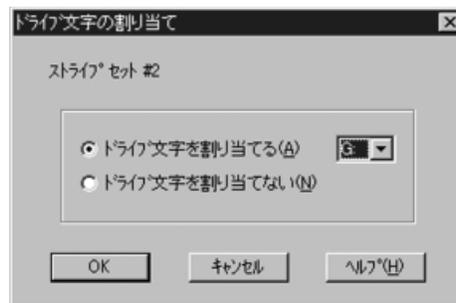

図 9. ドライブ文字の割り当てダイアログボックス
5. 先程作成したストライプセットのドライブをクリックし、[ツール] メニューより [ドライブ文字の割り当て] をクリックすると、図 9 のドライブ文字の割り当てダイアログボックスが表示されるので、
当て] をクリックすると、図 9 のドライブ文字の割り当てダイアログボ